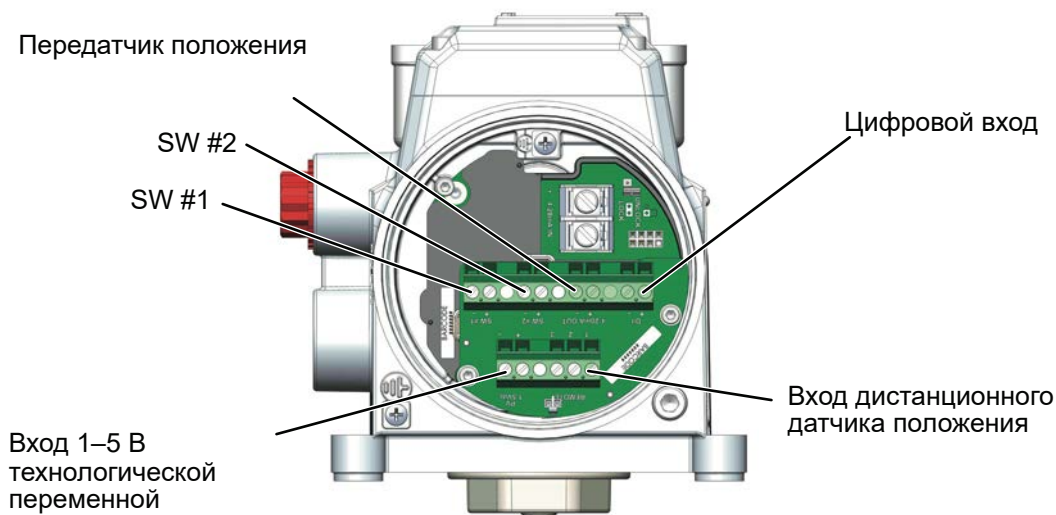

Рисунок 18 - Подключения к модулю дополнительной электроники (через клеммную панель)
3. Найдите нужную клеммную колодку на дополнительном модуле (см. Рисунок 18).